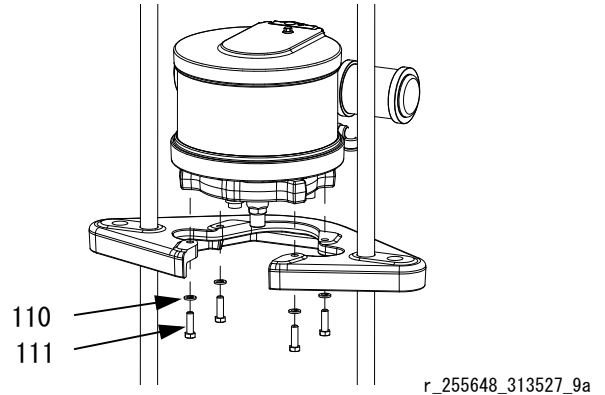

図 25 : NXT 55 ガロン プラテン付き NXT 2200-6500 の場合
- b. NXT 55 ガロンプラテン付き NXT 200-1800 の場合 (D200 3 インチおよび D200s 6.5 インチ供給ユニット) : モーターを取り付け板に固定しているネジ (111) およびワッシャ (110) を取り外します。図 25 を参照してください。
2. NXT200-1800 の場合：ネジ (111) およびワッシャ (110) を使用してモーターを取り付け板に取り付けます。図 25 (27 ページ) を参照してください。
- b. エアホースをモーターに接続します。遠隔 DataTrak を使用している場合、エアモーターの電氣的接続部を接続します。図 25 (27 ページ) を参照してください。
3. エアホースをモーターに接続します。遠隔 DataTrak を使用している場合、エアモーターの電氣的接続部を接続します。図 25 (27 ページ) を参照してください。